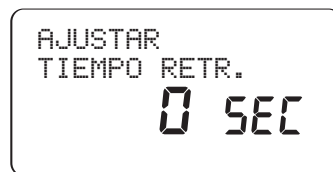

Ilustración 22: Pantalla – Aplazamiento en estación
1. Gire el dial a la posición • **APLAZA. ESTACIÓN** [Ilustración 22]